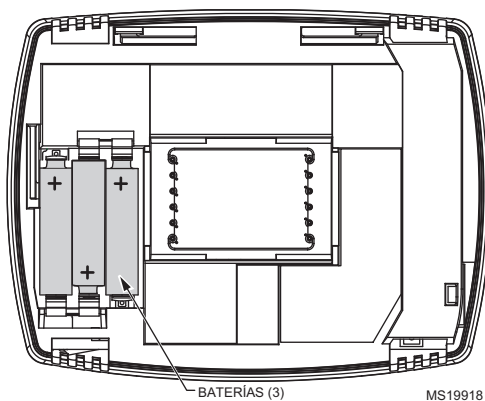

Figura 22. Instalación de las baterías.
1. Instale tres baterías alcalinas tamaño AAA en la parte trasera del termostato, como está marcado en el mismo. Vea la figura 22.